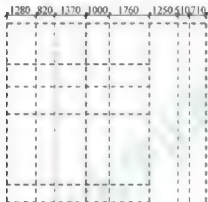

图 7-9
**步骤 6:** 继续使用偏移工具 $\parallel$ ，以垂直直线段为偏移对象，向右进行偏移，偏移的距离和垂直直线段如图 7-9 所示。